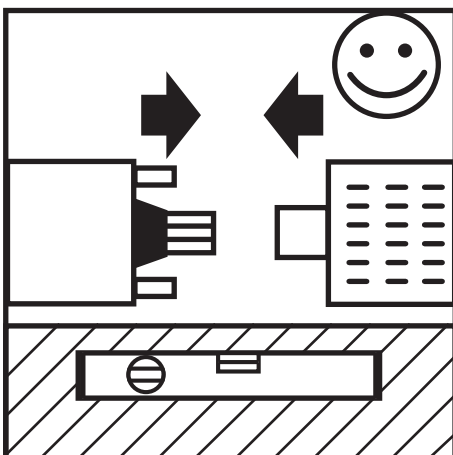

Fig.: 11
1. Poner el motor y la bomba en posición horizontal y plana (Fig.: 11).